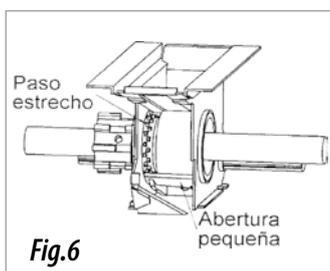

Fig. 6
- Passaggio stretto, piccoli speroni, per seme fine (fig. 6).